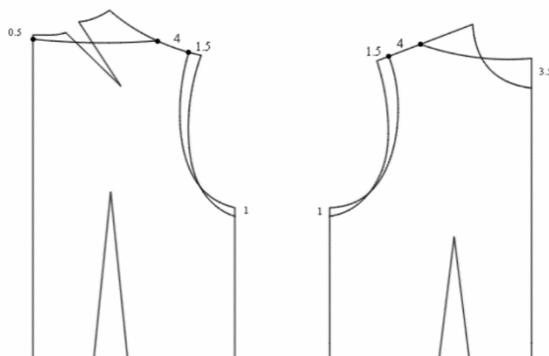

图 5-2-2 一字领结构处理
(1) 用“ (转省)”工具将后片肩胛省转移至后领口,修顺后肩线。
(2) 后肩点沿肩线取“1.5cm”,后袖窿底点上升“1cm”,重新修正后袖窿曲线;后肩线取“4cm”,后颈点下降“0.5cm”,连接调整成新的后领口线。
(3) 前片参照后片处理,前肩点沿肩线取“1.5cm”,前袖窿底点上升“1cm”,重新修正前袖窿曲线;前肩线取“4cm”,前颈点上升“3.5cm”,连接调整成新的前领口线,如图 5-2-2 所示;用“ (剪断线)”和“ (橡皮擦)”工具删除不必要线条。